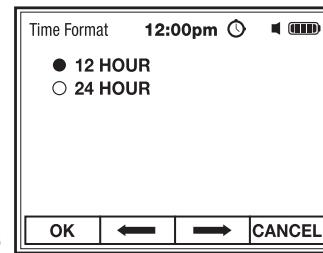

Fig. 28
2. Utilice los botones **F2 ⇄** y **F3 ⇄** para seleccionar un reloj de 12 horas o de 24 horas (Fig. 28).
3. Pulse el botón **F1 OK** para guardar la configuración y volver al Menú de Fecha/Hora (Fig. 28)